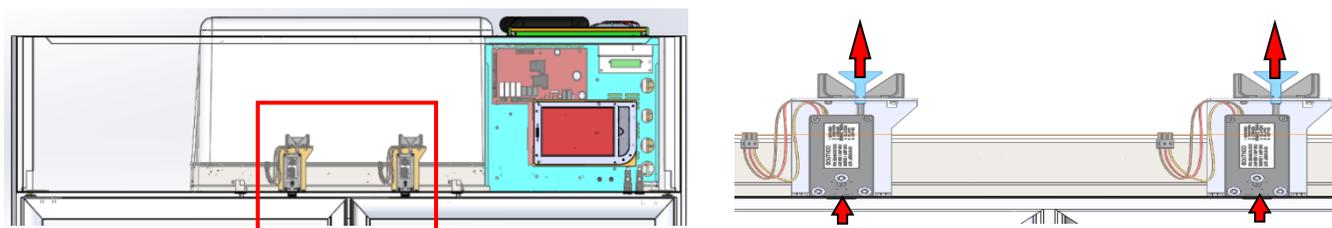

Fig. 29 – posizione elettroserratura mod. 1500
- **Per modello 1500:** per l'apertura manuale delle porte è necessario accedere dall'alto del frigorifero dove si potranno vedere le serrature (fig.29). Le serrature si possono aprire dall'alto dell'apparecchiatura tirando l'apposita levetta di sblocco. Mantenendo singolarmente le levette in trazione, aprire le relative porte.